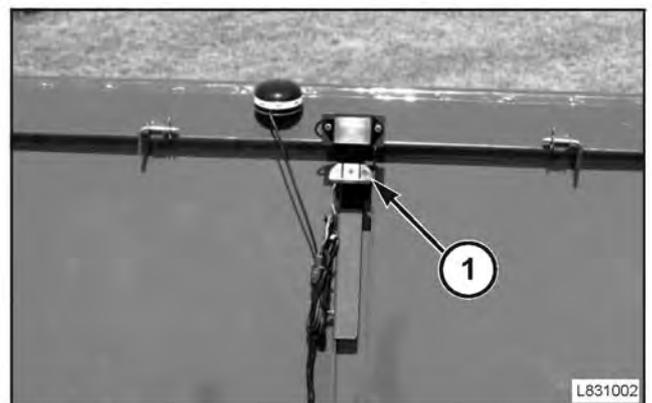

FIG. 222
FIG. 222: el tanque esta provisto de un sensor de tanque lleno (1) que activa una alarma sonora y visual en el panel eléctrico de instrumentos para alertar al operador que el tanque esta lleno. El sensor esta montado en la extensión frontal del tanque de granos.